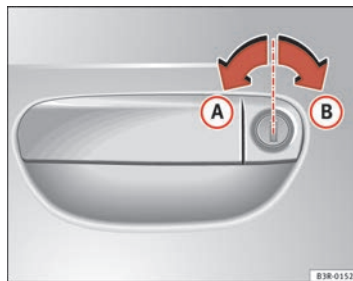

Fig. 70 Tours de clé pour ouvrir et fermer
- Tournez la clé dans la serrure de la porte du conducteur en position d'ouverture **(A)** ⇒ fig. 70 vers la gauche.
- Tournez la clé dans la serrure de la porte du conducteur en position de fermeture **(B)** ⇒ fig. 70 vers la droite ⇒ .
Tournez la clé dans la serrure de la porte du conducteur **deux fois** de suite, à intervalle très court, en position de fermeture (B) ⇒ page 104, fig. 70.